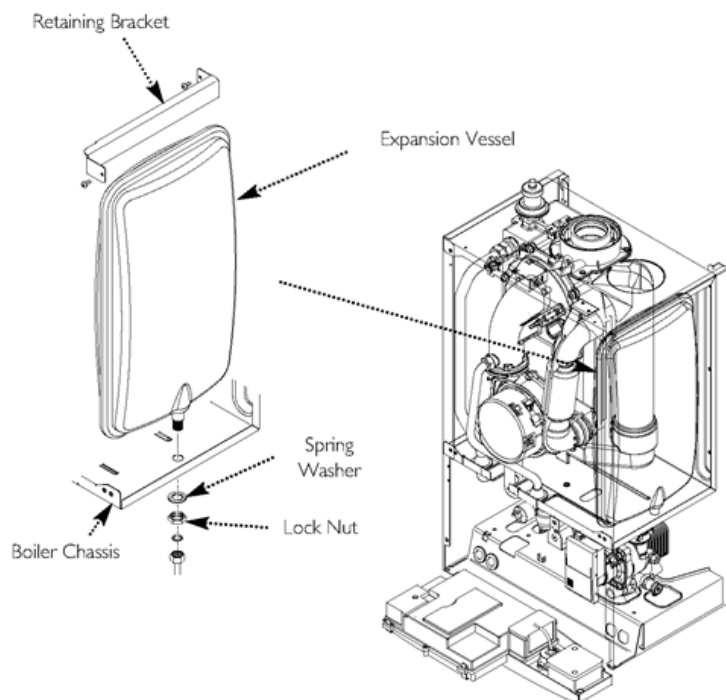

Fig. 76
13.24 Expansion Vessel (Fig. 76)